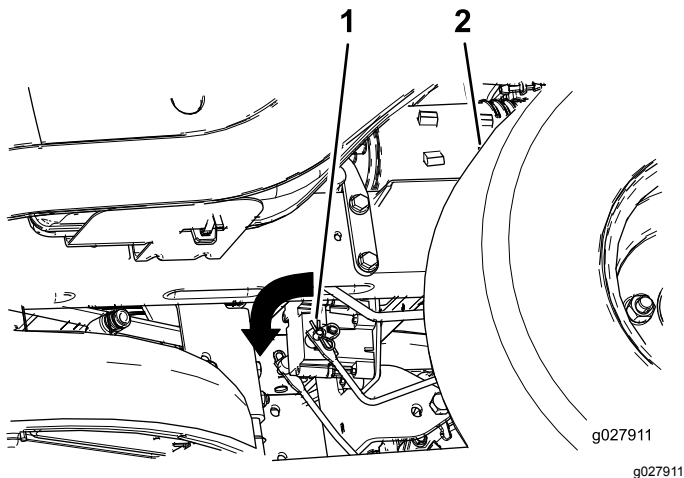

Figura 54
2. Localice el eje del freno eléctrico al que están conectados los brazos de enganche de los frenos (Figura 54).